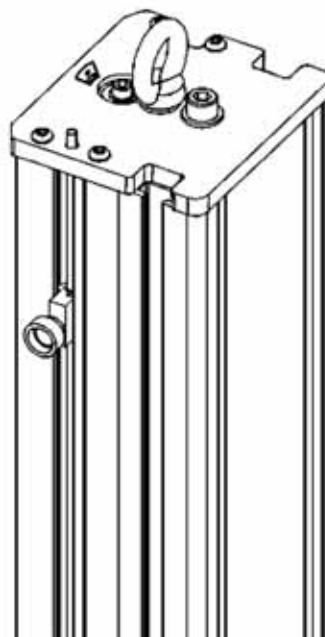

図 10. フレーム持ち上げ用のアイボルト
7. クレーンのフックをフレームコラム58ページの図10上部のアイボルトに差し込みます。
一部のシステムでは、発送前にアイボルトが外されています。試験機にアイボルトがない場合は、封印されていない箱の内部の包装材料に包装されています。通常は、システムのドキュメントを含む箱です。アイボルトを、58 ページの図 10 に示されているように、フレームコラムの上端にねじ込んでください。